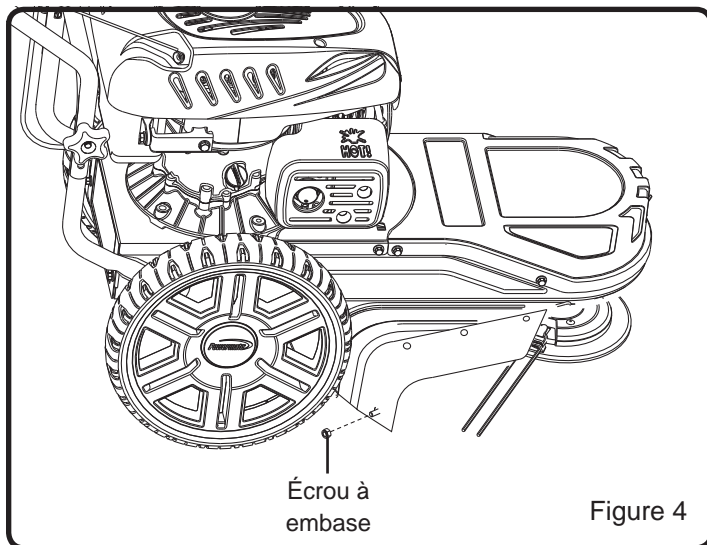

Figure 4
**REMARQUE :** Référez à la Figure 4 en suivant les étapes suivantes